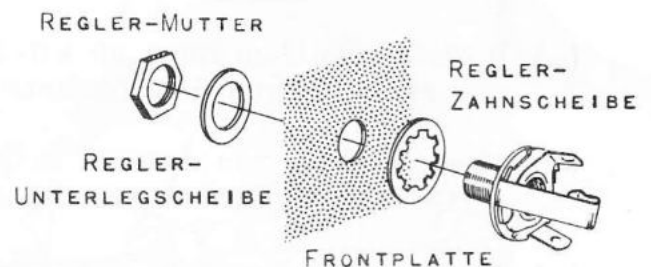

ABBILDUNG 1 C
- ( ) Bauen Sie in gleicher Weise die schwarze Bananensteckerbuchse bei S auf der Frontplatte ein. Achten Sie auf die aus Bild 1 ersichtliche Lage der Lötfläche.